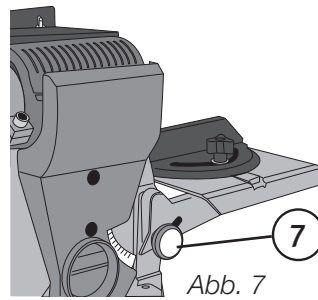

Abb. 7
3.3 Schleiftisch montieren (Abb. 7, 8, 9)
3. Den Drehknopf festdrehen ((7) auf Abb. 7).